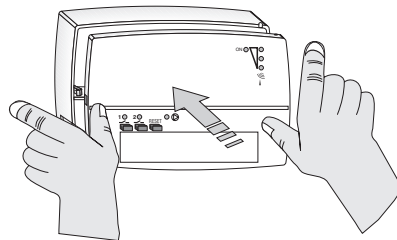

Fig. 9.i
- Richiudere con attenzione il ricevitore (fig. 9.I - fig.10.I).
- Mantenere premuto il **tasto 1** fino alla emissione di un singolo segnale acustico; quindi rilasciarlo: il **LED 1** lampeggia (fig.9). Il nuovo trasmettitore è abbinato al ricevitore.